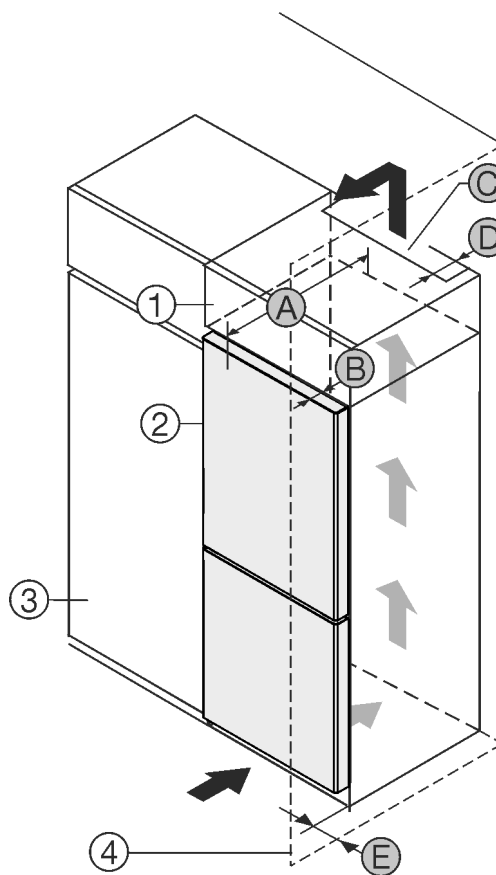

Fig. 1
- (1) Dulap suspendat
- (2) Aparat
- (3) Dulap de bucătărie
- (4) Perete
- (A) Adâncime aparat
- (B) Adâncime ușă
- (C) Secțiune ventilație
- (D) Distanță la partea posterioară a aparatului
- (E) Distanță la partea aparatului
Puteți amplasa aparatul direct lângă dulapul de bucătărie Fig. 1 (3).
În partea din spate a dulapului suspendat trebuie să existe o fantă de aerisire cu grosimea Fig. 1 (D) pe toată lățimea dulapului suspendat.
Sub tavanul încăperii trebuie să fie respectată secțiunea de ventilație Fig. 1 (C).
Atunci când montați aparatul cu balamalele lângă un perete Fig. 1 (4), distanța dintre aparat și perete trebuie să fie de minim 13 mm.
Atunci când montați aparatul cu balamalele lângă un perete *Fig. 1 (4)*, distanța dintre aparat și perete trebuie să fie de minim 20 mm .
Astfel încât să puteți deschide complet ușa, aparatul trebuie să fie proeminent cu cel puțin adâncimea ușii *Fig. 1 (B)* față de suprafața frontală a dulapului de bucătărie. În funcție de adâncimea dulapurilor de bucătărie *Fig. 1 (3)* și utilizarea distanțierelor de perete, aparatul poate ieși mai mult în afară.